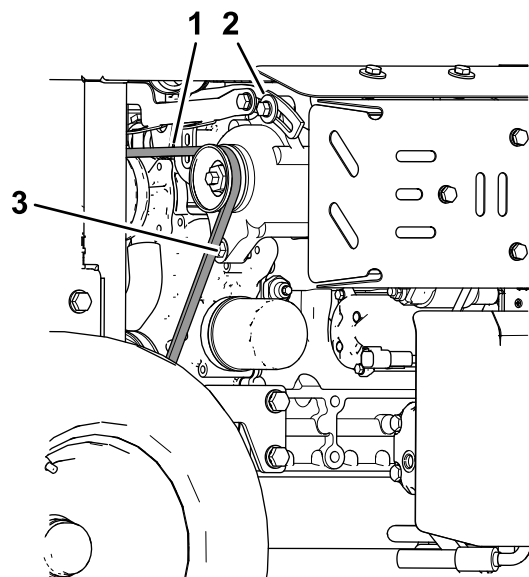

図 76
4. オルタネータのピボットボルトとロックボルトをゆるめる 図 76。
6. 調整ができればオルタネータのロックボルトを締め付ける 図 76。
7. オルタネータのピボットボルトを締め付ける 図 76。